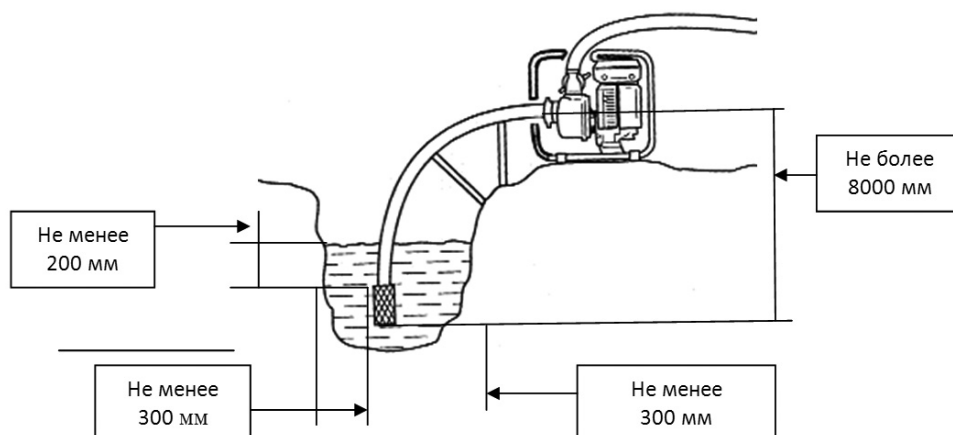

Рис.9
1. Установите мотопомпу вблизи водоема(емкости) на твердую ровную горизонтальную поверхность, опустить фильтр всасывающего рукава в водоем(емкость),обеспечив вертикальное положение фильтра и необходимые расстояния, как показано на рис. 9.
- Для надежной работы всасывающей магистрали рекомендуется утяжелить конец всасывающего рукава в районе фильтра дополнительным грузом и в процессе работы (и особенно при запуске помпы) периодически проверять, чтобы всасывающий рукав с фильтром находился в вертикальном положении (Рис.9).